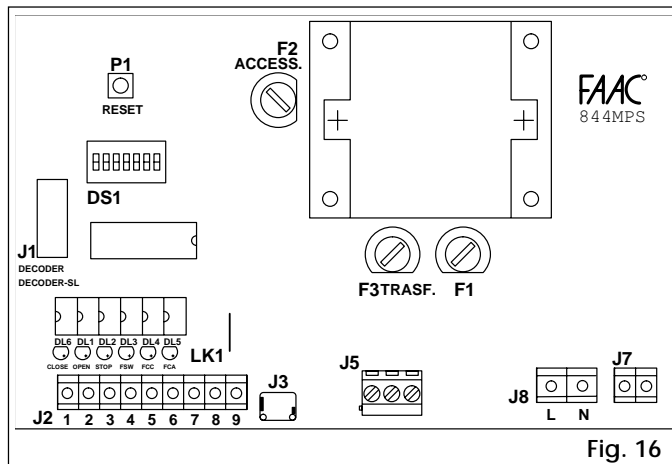

Fig. 16
- Dès que la LED FCA de la platine électronique 884 MPST (fig.16) s'éteint, continuer de la faire glisser encore de 10 mm et la souder provisoirement (2 points) sur la crémaillère.
Dès que la LED FCC présente sur la platine électronique 844 MPST (fig.16) s'éteint, faire glisser la plaquette métallique encore de 10 mm et la souder provisoirement (2 points) sur la crémaillère.
① **Bornier J2 BT** (Fig. 16) pour le branchement de tous les accessoires (voir Tabl. 4).
④ **Bornier J6 (fig. 16)**
⑤ **Bornier J7 (fig. 16)**